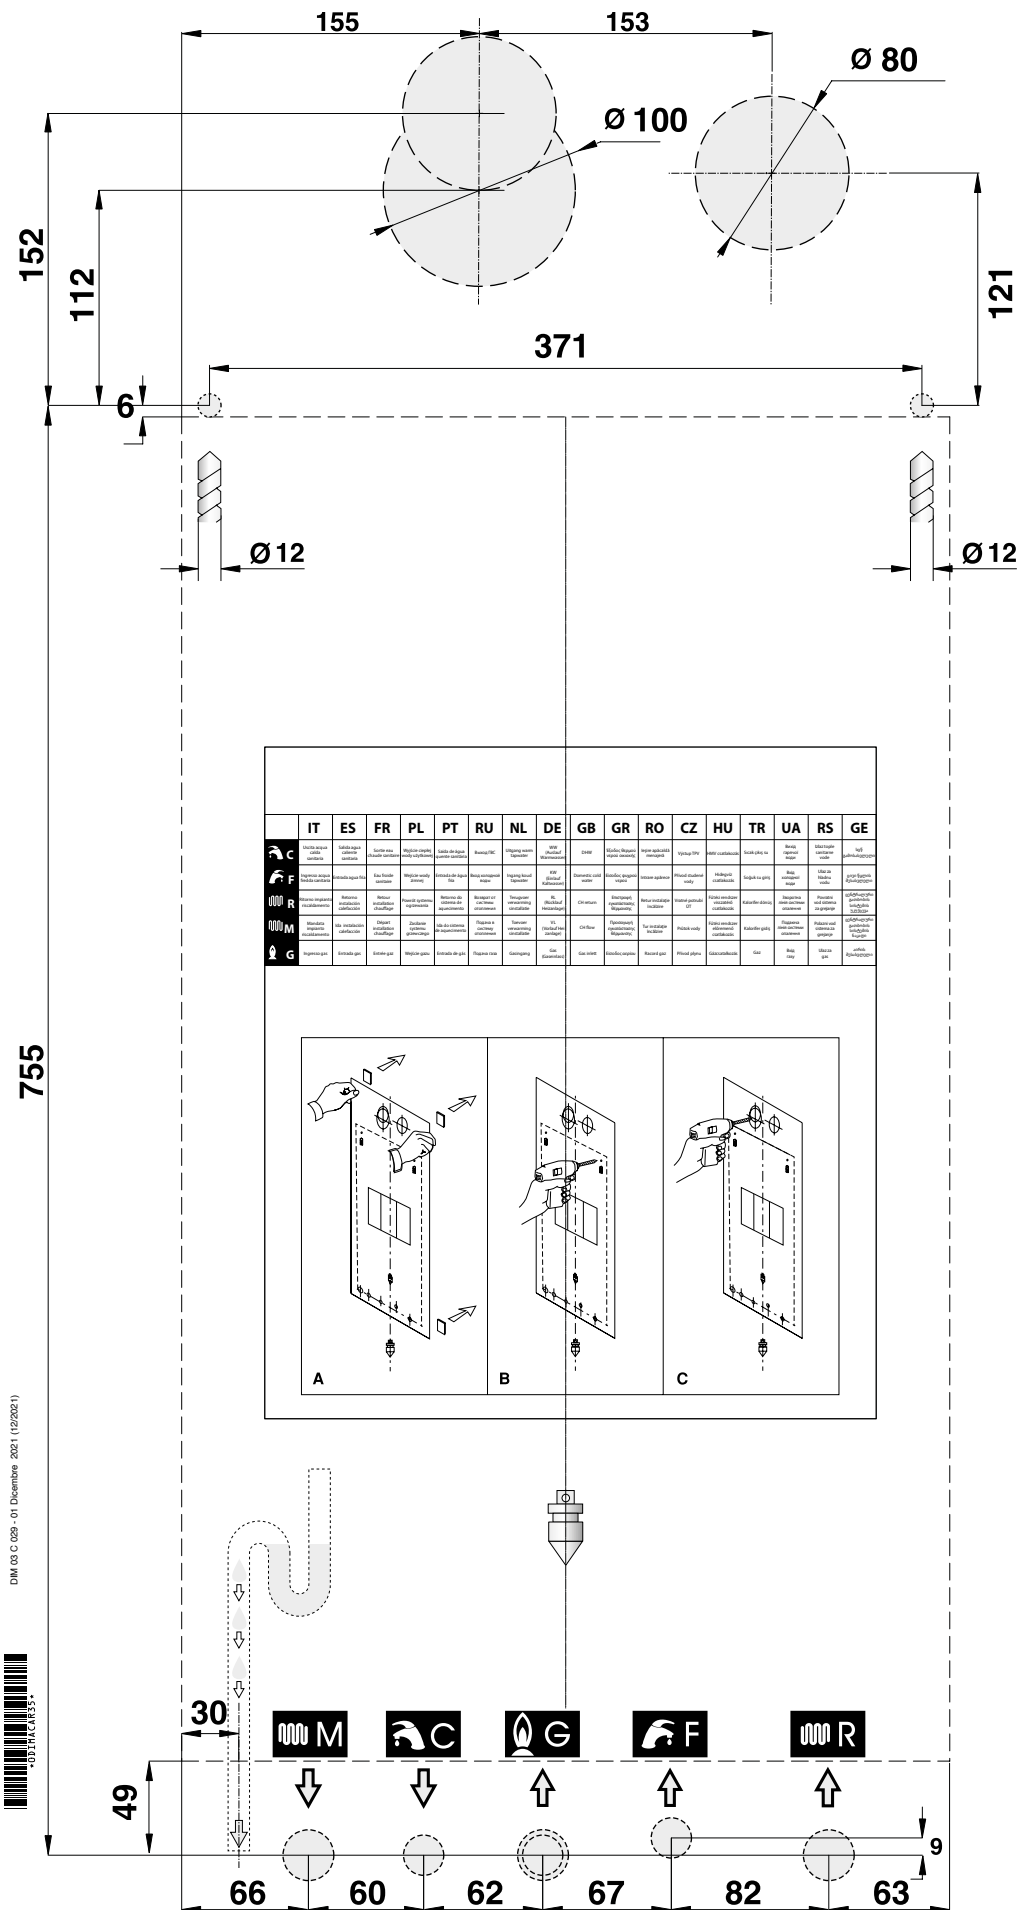

Рис. 9 Паперовий шаблон.
- монтажний паперовий шаблон (див. Рис. 9 Паперовий шаблон.).
Кожний котел забезпечений спеціальним паперовим шаблоном, що знаходиться в упаковці (див. Рис. 9 Паперовий шаблон.).